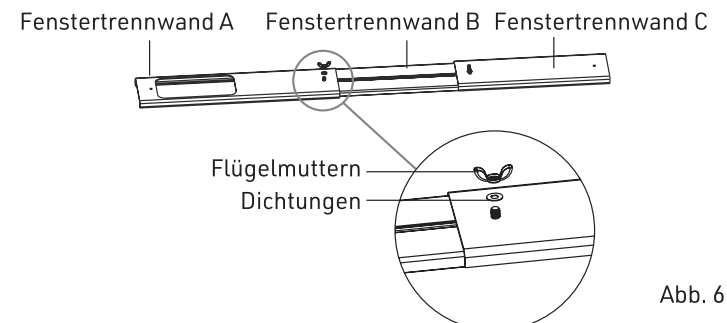

Abb. 6
- 7.) Wie in Abb. 6 gezeigt, drehen Sie die Fenstertrennwand um, setzen Sie die Dichtung und die Flügelschraube nacheinander ein und ziehen Sie sie fest.